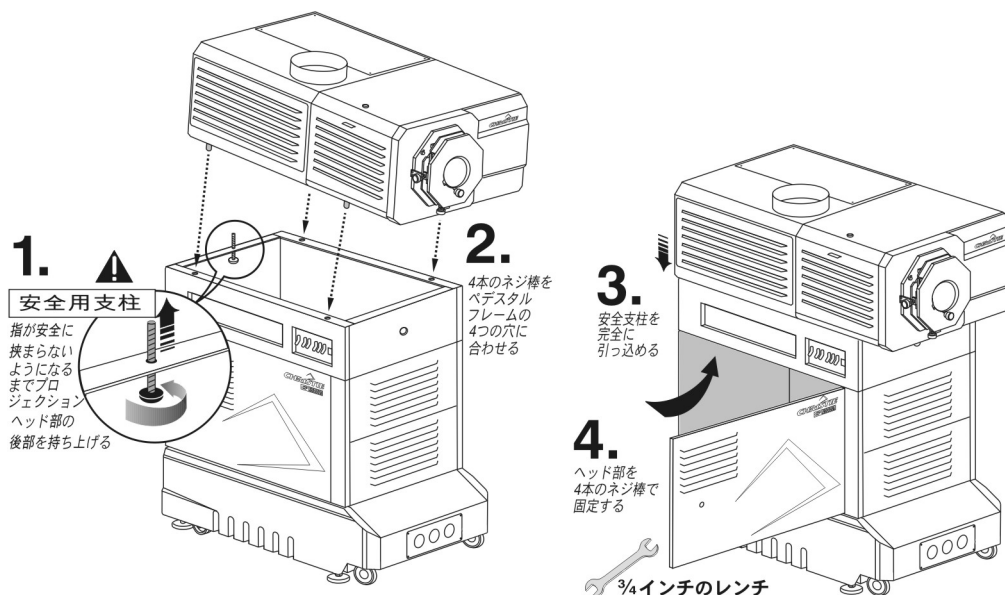

図 2-1 プロジェクションヘッド部とペDESTALの組立
2. ペDESTAL内部において上部フレームの後部で、ノブを回してペDESTALフレーム上の安全用支柱を伸ばします。この「ストップ」により、指が安全に挟まらないようになるまでプロジェクションヘッド部の後部が持ち上げられます（図 2-1 / 手順 1）。